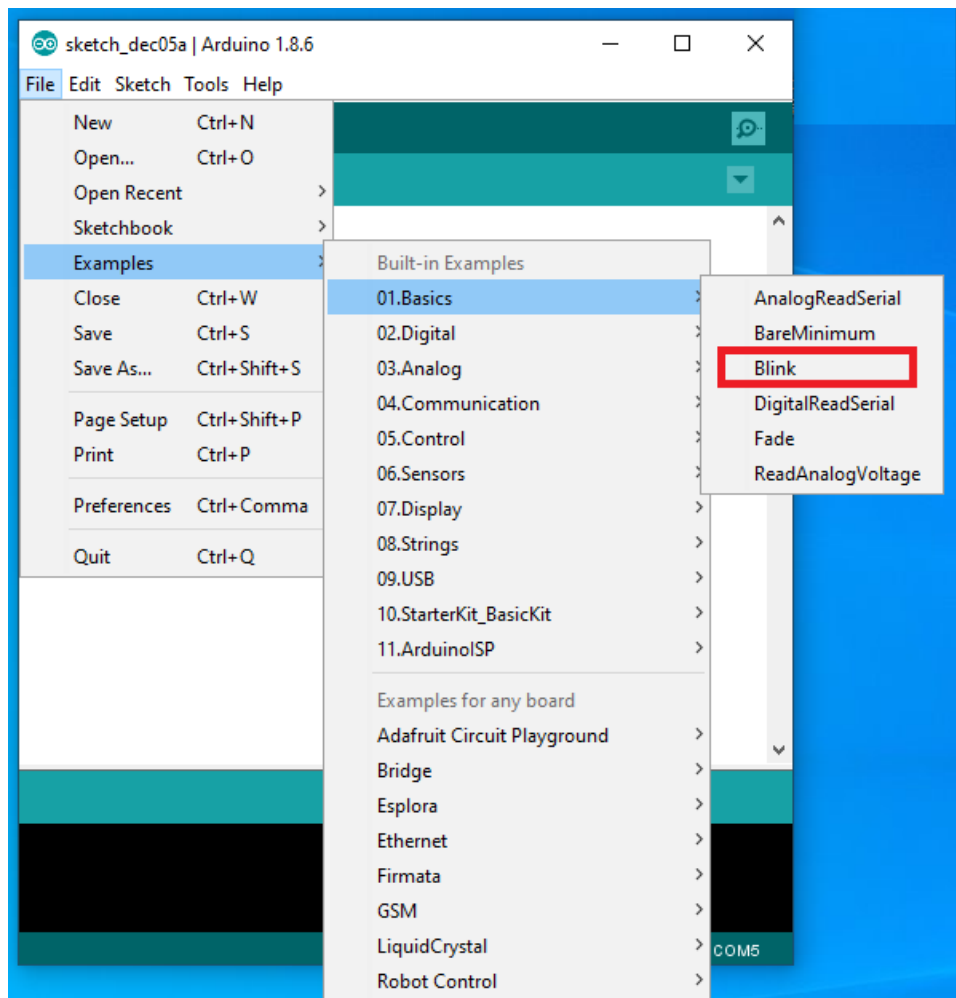

图4. 许多现成的软件可以供初学者使用
- 1) UNO R3 Software IDE写得非常方便使用. 如果是初学者, IDE本身就提供了很多 Sample Programs. 比如图4中的那个 File->Examples->Basics->Blink 程序可以作为第1个测试的程序. 因为